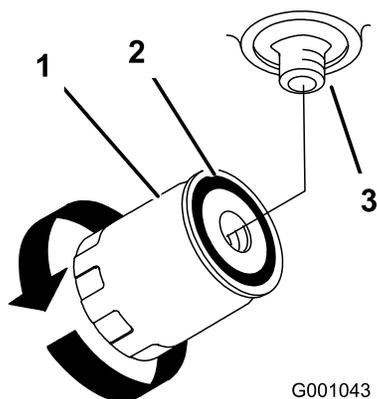

Figure 67
- Appliquez une fine couche de liquide hydraulique sur le joint en caoutchouc du filtre de rechange (Figure 67).
- Remplissez le réservoir hydraulique jusqu'à ce que le liquide déborde du filtre. Tournez alors le filtre à huile dans le sens horaire jusqu'à ce que le joint en caoutchouc vienne toucher l'adaptateur du filtre. Serrez ensuite le filtre de 1/2 tour supplémentaire (Figure 67).